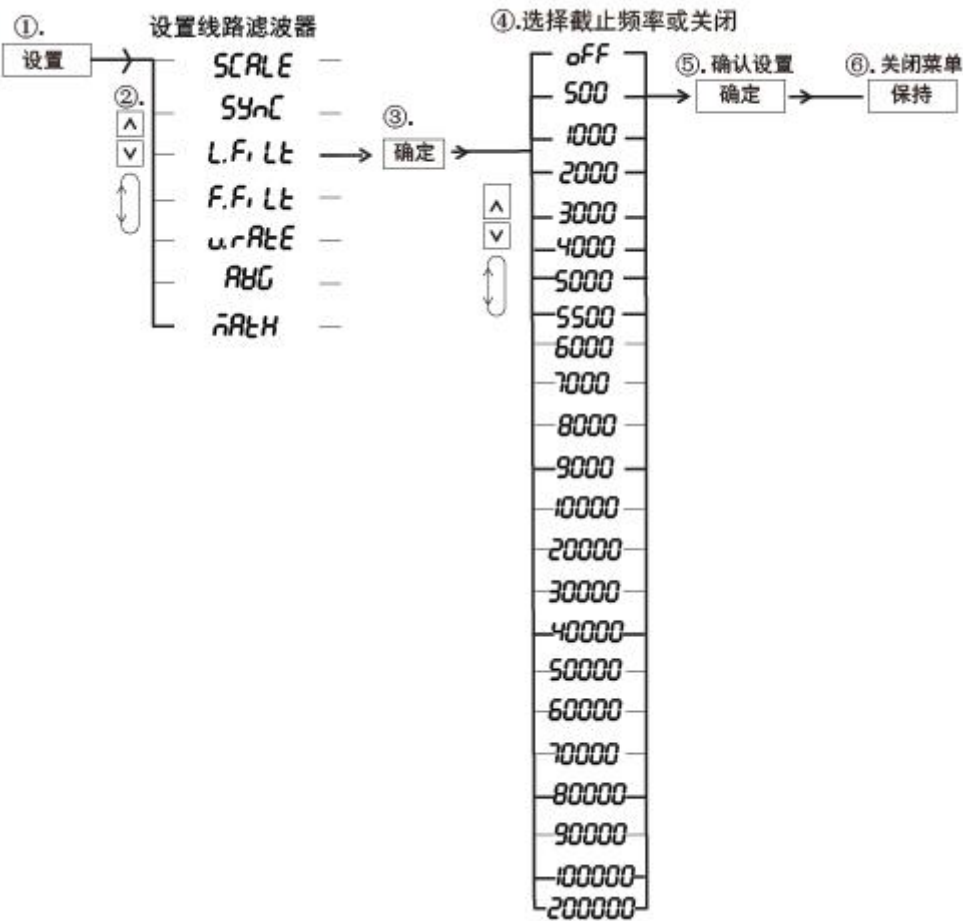

图 6.6 线路滤波器菜单设置流程（PA310/PA310H 型）
按下前面板上如图 6.6 标注①所示的设置键, 再通过如图 6.6 标注②处所示的通用键, 进入线路滤波器和频率滤波器菜单。
频率滤波器的菜单设置流程如图 6.5 所示。按照如图 6.5 所示的频率滤波器菜单设置流程, 在设置菜单里选择频率滤波器 **F.F.Lt**, 该频率滤波器的截止频率固定为 500Hz; 用户只须选择滤波器是 **OFF** (关闭) 抑或 **ON** (开启), 如图 6.7 所示。当开启频率滤波器, 如图 6.6 标注③处对应的频率滤波器指示灯会亮, 否则会灭。